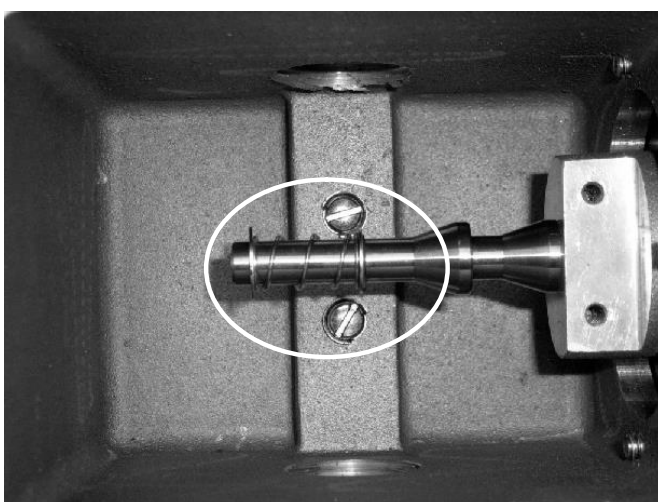

Figura 10: Conjunto de interruptor, retentor de mola, mola com arruelas e parafusos de máquina com arruelas.
6. Retire os conectores bandeira e crimpe os fios (Ver figura 10).